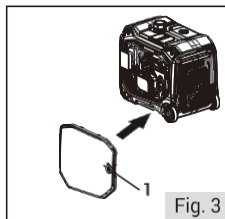

Fig. 3
3. Vuelva a instalar la cubierta (fig. 3 - 1).